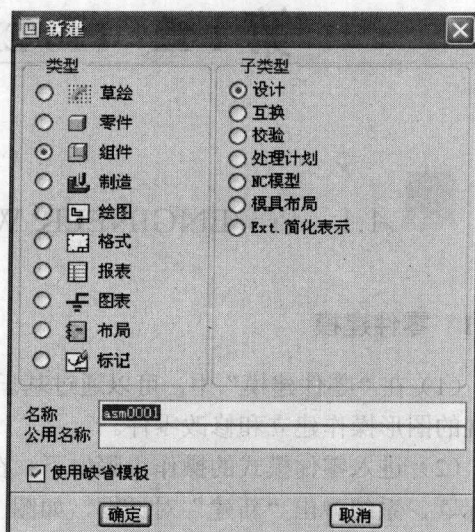

图 1-3 组件新建对话框
(1) 单击新建图标，系统弹出“新建”对话框，如图 1-3 所示。在“类型”栏中选中“组件”，然后在“名称”文本框中输入零件名称。